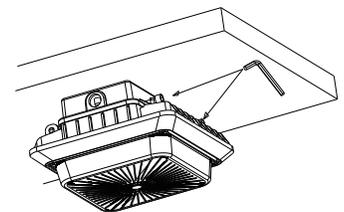

Figure 2-8
8. Tighten the two screws using an Allen key to secure the fixture. Fig. 2-8
8. Serrez les deux vis à l'aide d'une clé Allen pour fixer le luminaire. Fig. 2-8